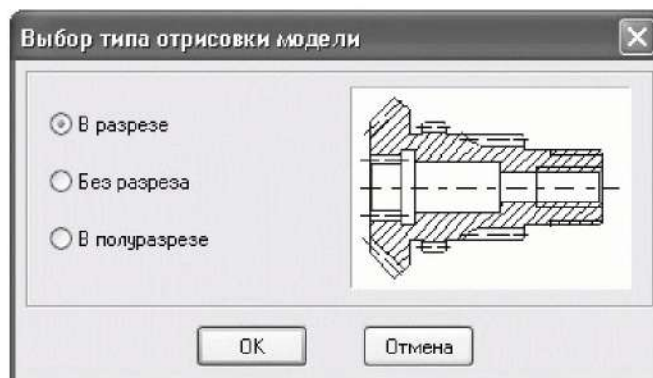

Рисунок 1.12. Диалог Выбор типа отрисовки модели
1. Выполним команду **Построение модели**, в результате чего на экране появится диалоговое окно, разделенное на две части: в верхней будет отображаться процесс построения внешних ступеней тела вращения, в нижней – внутренних ступеней (то есть полостей). Нажмем кнопку **Новая модель** чтобы начать построение вала. Возникнет окно (рисунок 1.12), в котором необходимо выбрать тип отрисовки вала. Поскольку в нашем примере на валу не предполагается делать шестерни или внутренние участки, то разрезы нам ни к чему. По этой причине установим переключатель в положение *Без разреза* и нажмем кнопку ОК.